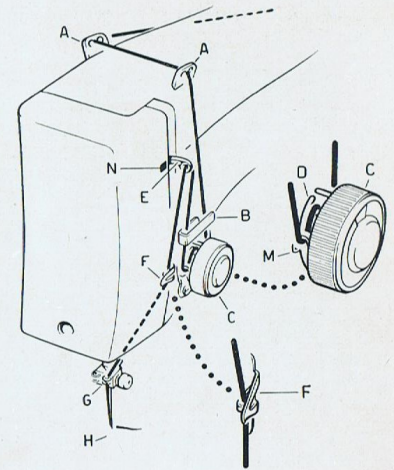

Abb. 5
Der Oberfaden muss so eingelegt werden, wie es in Abb. 5 gezeigt ist. Ist der Oberfaden durch die Scheiben der Fadenspannung « C » geführt, wird er zwischen den beiden Fadenführungen « A » - « A » festgehalten und gleichzeitig das Ende des Fadens leicht nach rechts gezogen.
- Die Nadel wird nach oben gebracht und der Fadengeber « E » dabei auf die an der Stirnplatte angezeichnete Marke « N » eingestellt, wie dies in Abb. 5 gezeigt ist.